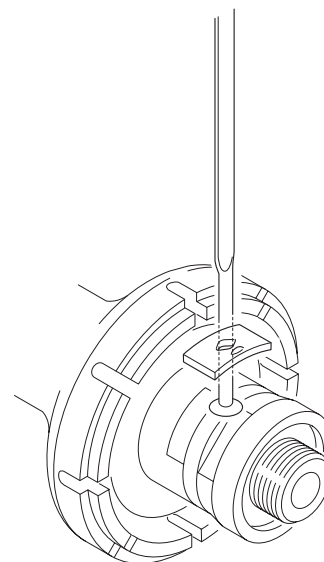

Fig. 60
attenzione che il lato con la tacca sulla faccia convessa della piastrina rimanga rivolto verso l'esterno del mozzo (Fig. 60).
that the side with the notch on the convex face of the plate is towards the outside of the hub (Fig. 60).
vorgesehenen Sitz auf der Seite der Nabe einsetzen und darauf achten, daß die konvexe und mit einer Kerbe versehene Seite des Plättchens von der Nabe nach außen hin gerichtet ist (Abb. 60).
moyeu en veillant à ce que le côté qui a une encoche sur la surface convexe de la plaquette reste tourné vers l'extérieur du moyeu (Fig. 60).
correspondiente en el lado del buje, prestando atención a que el lado con la ranura en la cara convexa de la placa quede hacia el exterior del buje (Fig. 60).
- Plaats de spaken en plaatjes in de uitsparingen aan één zijde van de naaf, zorg ervoor dat de zijde met de inkeping tegenover de buitenkant van de naaf zit (fig. 60)